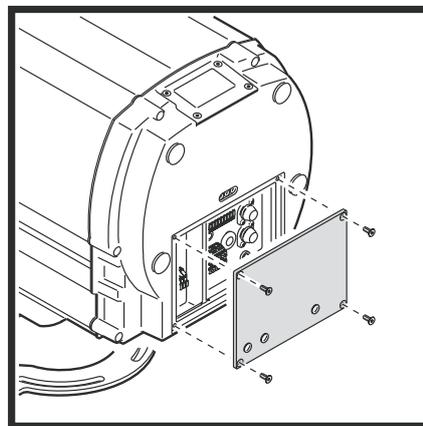

Figura 6: Tampa de proteção do compartimento de conexões
3. Veja a Figura 6. Solte os parafusos da tampa de proteção traseira e remova cuidadosamente a tampa e as vedações.